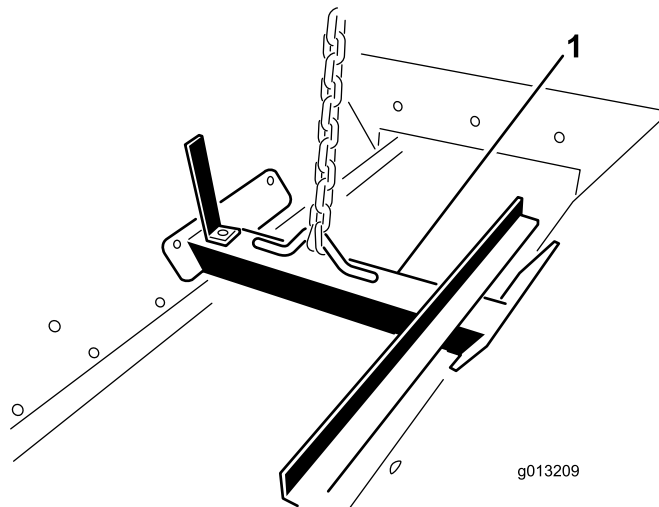

Figura 13
1. Ataai un dispozitiv de ridicare la suportul de ridicare fixat cu uruburi în interiorul ansamblului buncărului de alimentare (Figura 13).